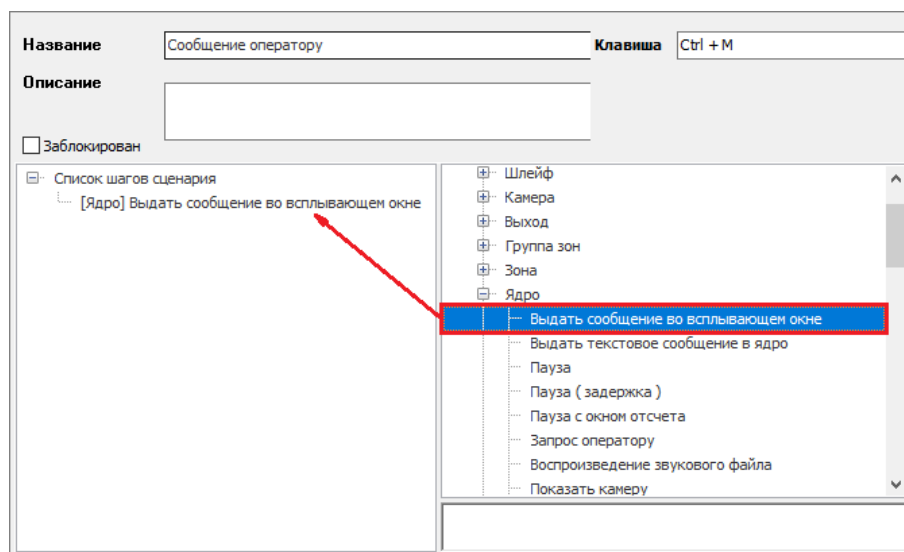

Рисунок 6-593 Добавление шага сценария в список шагов сценария
- дважды кликните левой клавишей мыши в списке возможных сценариев на шаг сценария, который необходимо добавить в список шагов сценария (см. Рисунок 6-593). Соответствующий шаг сценария будет добавлен на последнюю позицию списка шагов сценария;